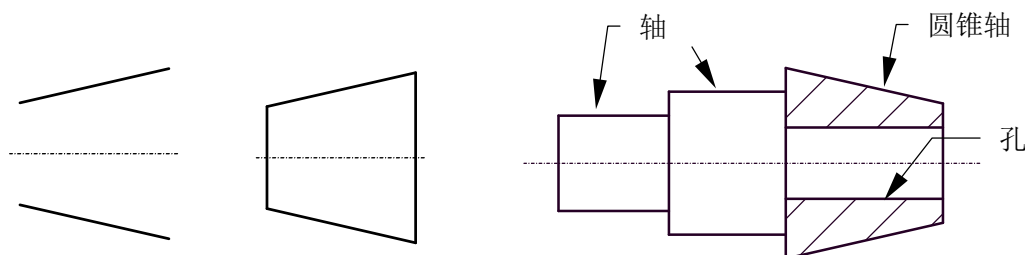

图 2-79 轴的立即菜单
- 3) 按提示要求，移动鼠标或用键盘输入一个插入点，这时在立即菜单处出现一个新的立即菜单，见图 2-79。